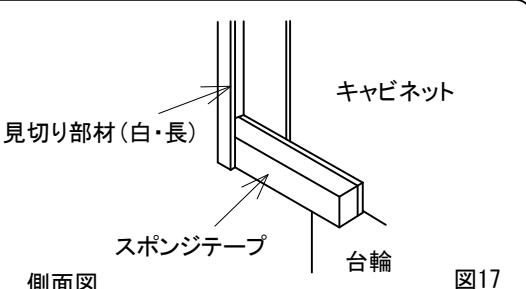

図17
- ⑤スポンジテープを図に示す位置に貼り付けてください。(図17)